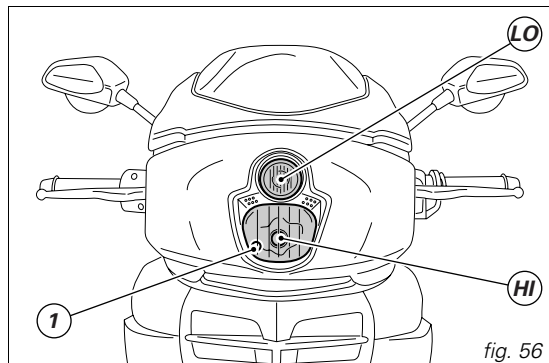

fig. 56
Nella fig. 56 è riportata la posizione delle lampade anabbagliante (LO), abbagliante (HI) e di posizione (1), del proiettore anteriore.